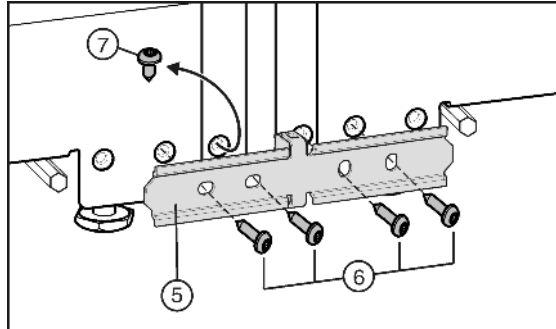

Fig. 6
- ▶ Indien uw apparaat met voorgemonteerde schroef Fig. 6 (7) werd geleverd: schroef uitdraaien.
- ▶ Verbindingsstrip Fig. 6 (5) aan een apparaat losjes met twee schroeven Fig. 6 (6) bevestigen.